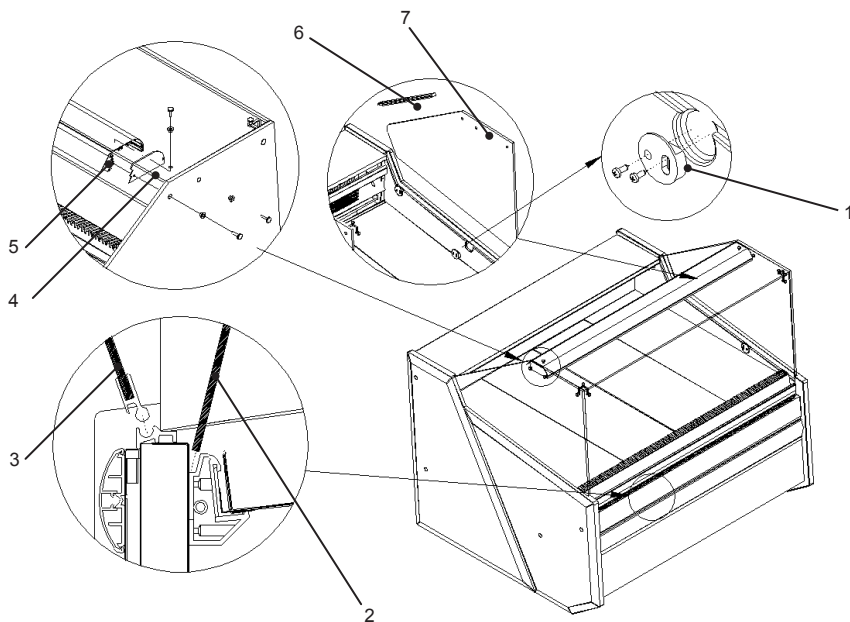

Abb. 4. Montage von Glaselementen und Alu-Leuchte
- Die Anlage auf einer ebenen und ausführlich fester Grundlage stellen, dann mit den Beinen justieren. Bei fahrbaren Anlagen die Räder sperren, um der Verschiebung bei dem Betrieb vorzubeugen Abb.4 (S.31)
3. Die Alu-Leuchte (samt Beleuchtung) an Glasseitenteilen montieren Abb. 4/3 (S. 5)
4. Die Abdeckung der Lampenleitung montieren Abb.4/10 (S.5)
7. Den Frontschirm montieren Abb. 4/8 (S.5)
8. Vorderscheibe der Vitrine einbauen Abb.4/5 (S.24)